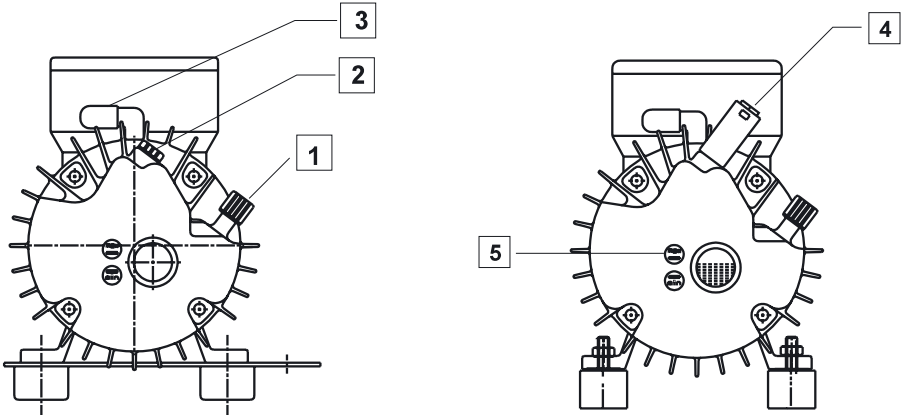
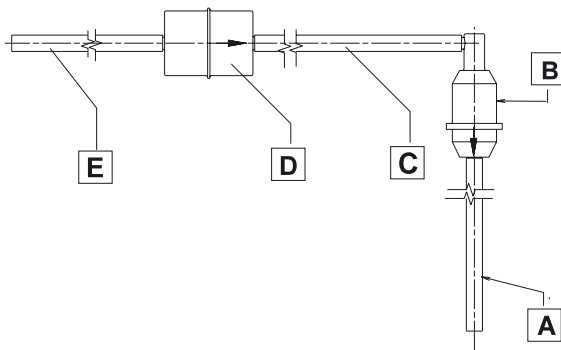

Fig. 6.1 Raccordements de la pompe à vide
Fig. 6.2 Raccordement du tuyau du vide
- Dévisser le bouchon (2, fig. 6.1) et insérer dans ce filetage le silencieux (4) fourni dans la livraison.
- Retirer le capuchon de la tubulure d'aspiration (3).
- Dévisser le capuchon (1) de la tubulure de remplissage d'huile.
- Remplir avec l'huile à pompes de la bouteille fournie jusqu'au repère «max.» (5).
- Revisser le capuchon (1).
- Emboîter le tuyau du vide (A, fig. 6.2) sur la tubulure d'aspiration (3, fig. 6.1) de la pompe à vide.
- Raccorder le tuyau (E, fig. 6.2) au four à cuire. Voir les instructions de service des fours céramique Dentsply.
- Mettre la pompe hors service et retirer le tuyau du vide de la tubulure (3, fig. 6.1).
- Dévisser le capuchon (1, fig. 6.1) de la tubulure de remplissage d'huile. Retirer le joint d'étanchéité.
- Emboîter le tuyau sur la tubulure de remplissage d'huile (1) et le maintenir dans le récipient de vidange.
Contrôler le filtre d'aspiration transparent (voir fig. 6.2) et le clapet antiretour B. Si ce filtre est encrassé, remplacer l'unité de filtre complète no. 03260049.